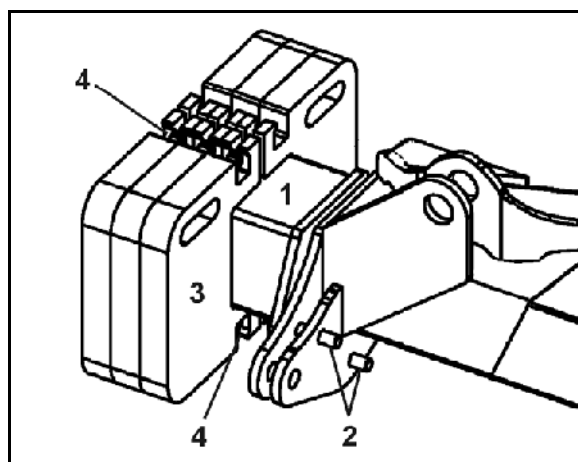

Fig. 30
1. Skru holderøret (Fig. 30/1) på udlæggeren med fire skruer (Fig. 30/2) udefra.
2. Skru altid to ekstravægte (Fig. 30/3 på holderøret (Fig. 30/4), og fastgør.